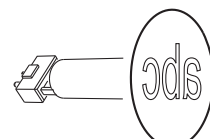
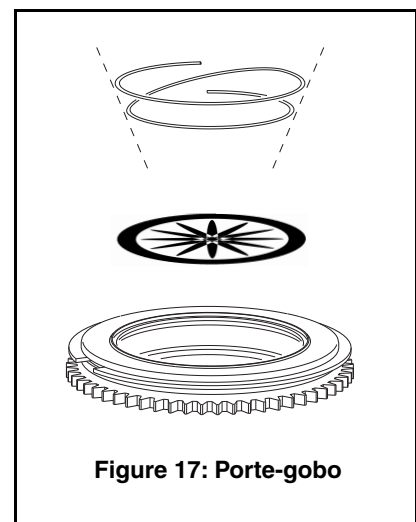

Figure 13. Orientation correcte des gobos
Figure 17: Porte-gobo
Les orientations des gobos données en Figure 13 sont correctes dans la plupart des cas mais, au moindre doute, consultez votre revendeur Martin ou votre fournisseur de gobos pour plus de précision sur l'orientation d'un type de gobo spécifique.
L'orientation des gobos est critique. Consultez les explications de la Figure 13 avant d'installer un gobo.
8. Voir Figure 17. Avec un petit tournevis plat, décoincez l'extrémité du ressort de rétention par l'extrémité la plus éloignée du gobo et retirez le ressort. Dégagez le gobo et déposez-le sur une surface propre et douce.
9. Insérez le nouveau gobo dans le porte gobo, la face allant vers les LEDs, la plus réfléchissante, tournée vers le haut du ressort (voir Figure 17 et Figure 13).
11. Insérez le ressort dans le porte gobo, côté le plus fermé vers le gobo comme indiqué en Figure 17. Pour identifier le côté le plus fermé, aplatissez le ressort : le côté fermé est au centre. Coincez l'autre extrémité sous la lèvre du porte gobo.